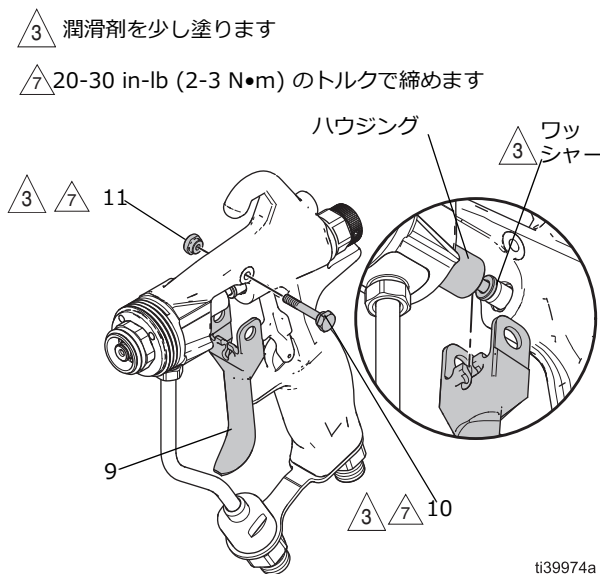

図 44: トリガーの配置
ガンハンドルの U カップシールリング面を清掃して下さい	掃除の手順 、22 ページページを参照してください。 図 44 30
2. トリガーアセンブリ (9) がニードルワッシャーとハウジングの間にはまるまで、カートリッジを 1-2 回ガン本体に挿入します。図 44: トリガーの配置 (30 ページ) を参照してください。
3. トリガー (9)、トリガーピン (11)、トリガーナット (10) をワッシャーの前に取り付けます。**トリガーの設置**、30 ページを参照してください。